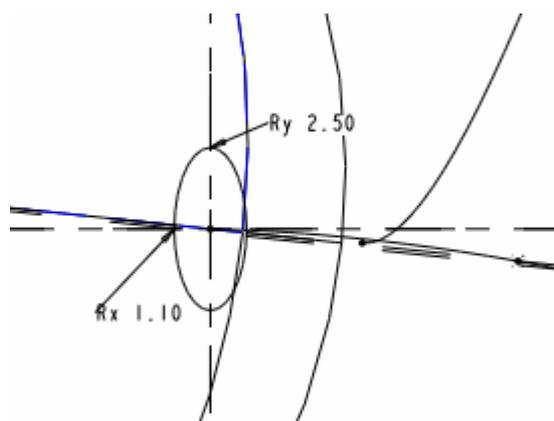

图 61-33
- (4) 双击样条线，然后分别修改各点坐标，以建立三维样条曲线。
- (5) 单击草绘工具栏中的  按钮，完成扫描轨迹绘制，单击【属性】菜单中的【自由端点】|【完成】选项。
- (6) 系统再次进入草绘状态，要求草绘扫描剖面，绘制如图 61-33 所示的一个椭圆作为扫描截面。